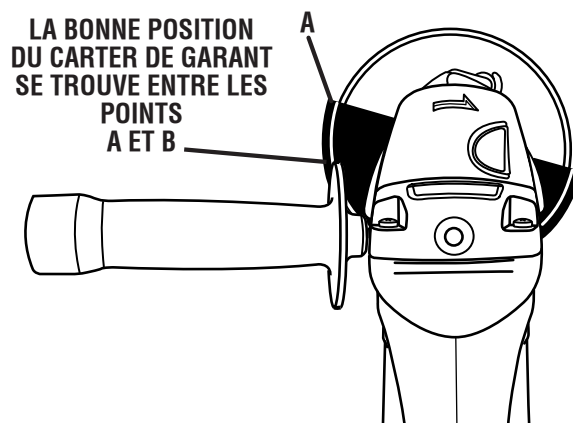
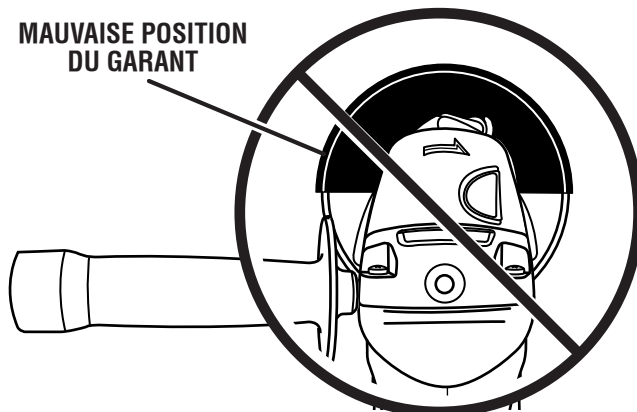

Fig. 9
Fig. 11
Voir les figures 9 - 11.
- Pivoter le garant dans la position correcte comme illustré dans les figures 9 et 10.
Ne mettez jamais le garant à l'avant de la meuleuse comme l'illustre la figure 11. Ceci peut entraîner des blessures graves car les étincelles et les particules détachées, seront projetées vers l'utilisateur. Placez toujours le carter de protection à la bonne position comme l'illustrent les figures 9 et 10.
- Faire tourner le garant dans la position correcte comme illustré dans les figures 9 et 10.